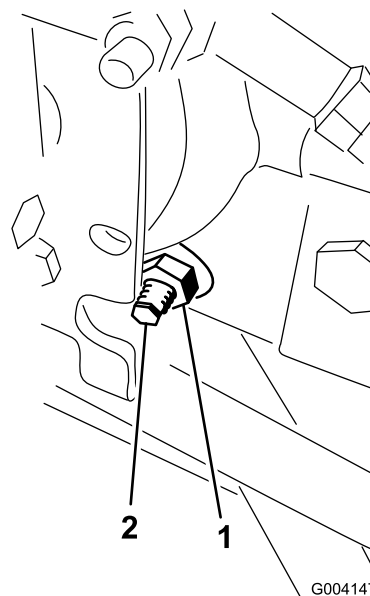

Рисунок 49
- С правой стороны гидростата ослабьте контргайку кулачка регулировки тяги (Рисунок 49).